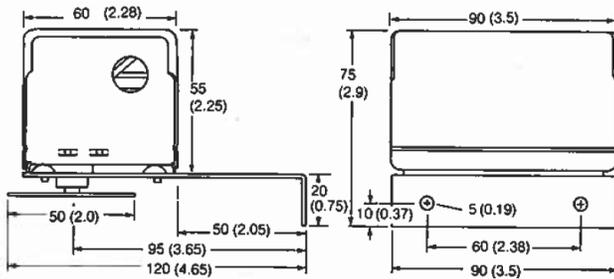

Fig. 1. Dimensions nominales du M847A en mm (po) avec chaîne.
**Dimensions:** voir Figs. 1 et 2.